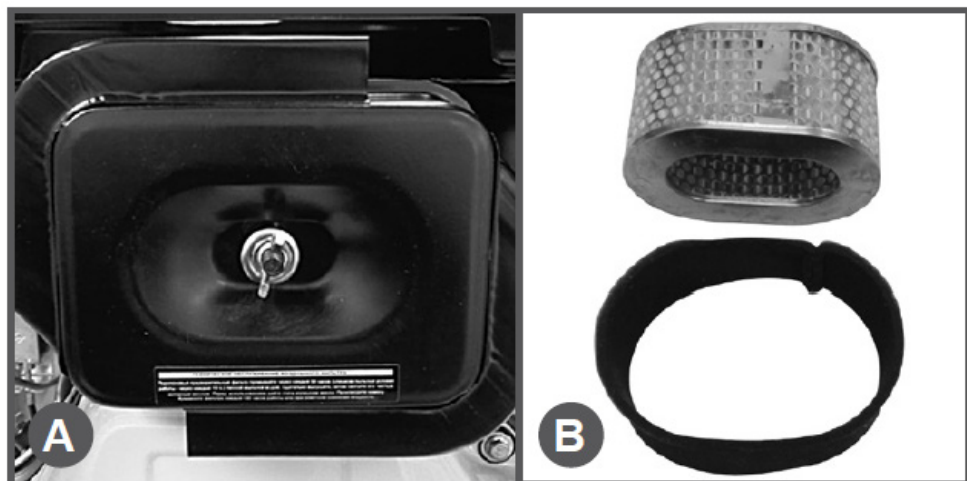

Рис. 10 Воздушный фильтр
1. Открутите барашковую гайку и снимите крышку воздушного фильтра (Рис.10А).
Воздушный фильтр состоит из двух фильтрующих элементов (Рис.10В):